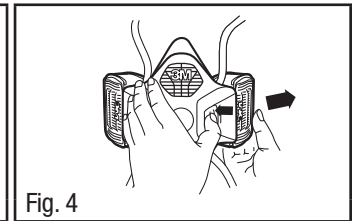

Fig. 4
5. Para retirar el cartucho o filtro, presione el botón azul de liberación del cartucho o filtro y, a la vez, tire hacia afuera el cartucho o filtro (Fig. 4).